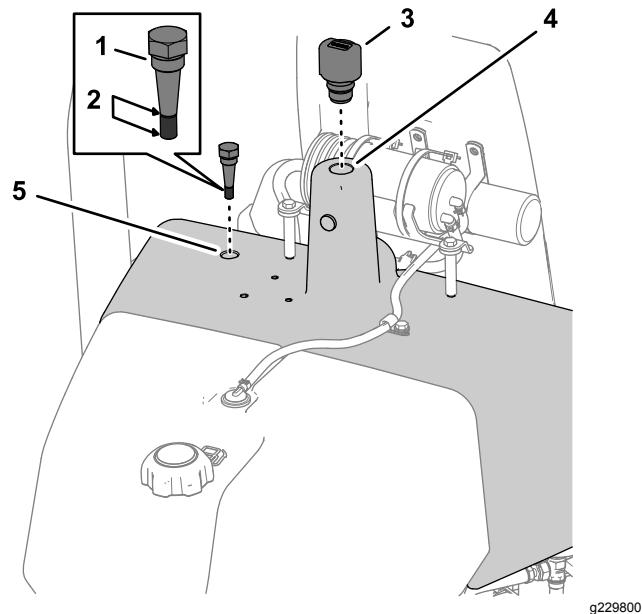

Figura 50
3. Desenrosque la varilla situada en la parte superior del depósito hidráulico, límpie la varilla, vuelva a colocarla, y retírela de nuevo (Figura 50).
4. Si no hay aceite en la varilla, retire el tapón del cuello de llenado del depósito de fluido hidráulico (Figura 50) y añada lentamente el fluido hidráulico especificado al depósito hidráulico hasta que el nivel llegue a la ranura de la varilla; consulte Especificación del fluido hidráulico \(página 41\).
5. Instale la varilla y el respiradero en el depósito hidráulico (Figura 50).